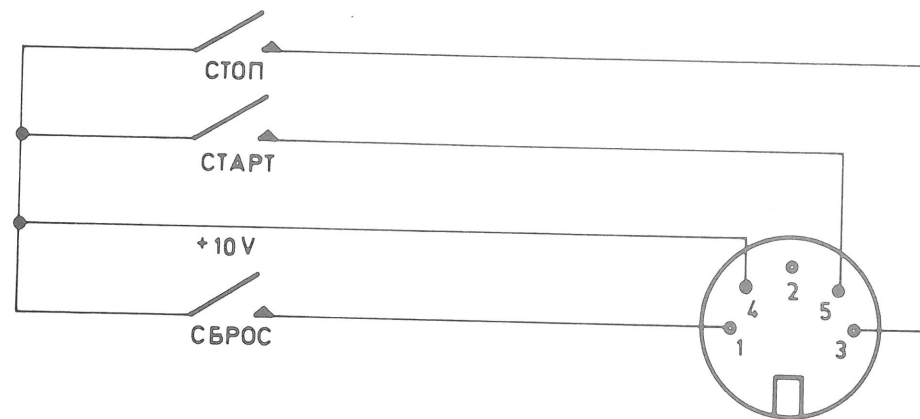

Рис. 6. Схема приставки дистанционного управления
- Рис. 6. Схема приставки дистанционного управления